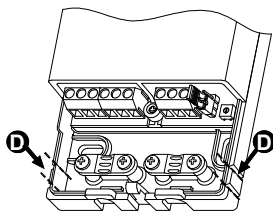

Fig. 4
**Ingresso cavi laterale:** Eliminare con una pinza adatta i denti in plastica, come indicato dalle frecce in **D** di Fig. 4.